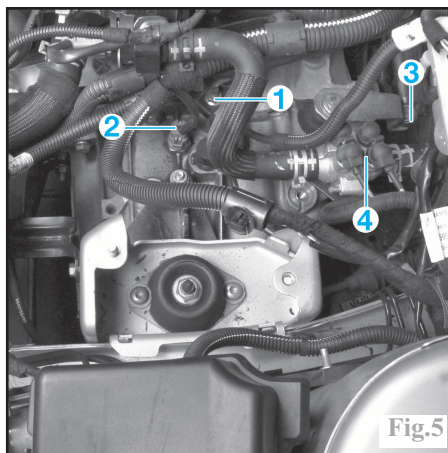

Fig.5
Déposer l'écrou de fixation de la tresse de masse (1) (Fig.5).
-les biellettes de commande des vitesses (1) (Fig.1) et (3) (Fig.5).
Déposer les fixations du réchauffeur de liquide de refroidissement (4) (Fig.5).